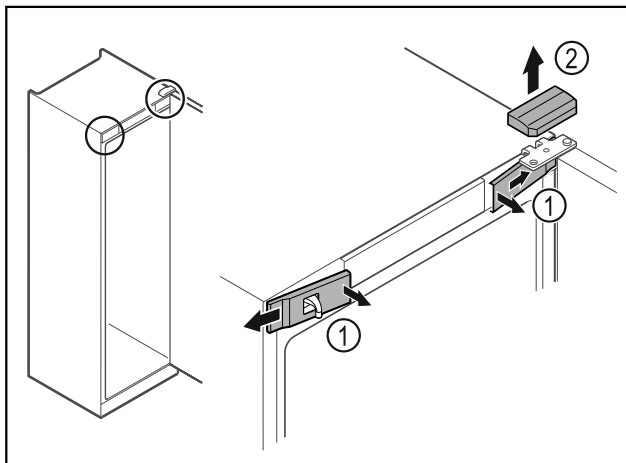

Fig. 8
- Vordere Abdeckungen Fig. 8 (1) innen austrasten und zur Seite abnehmen.
- Obere Abdeckung Fig. 8 (2) nach oben abnehmen.